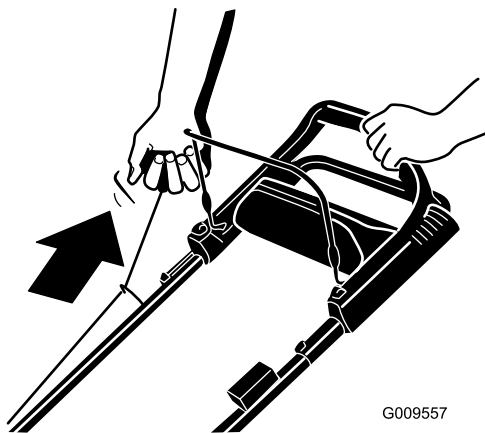

Рисунок 12
2. Без усилия потяните за рукоятку механического стартера, пока не почувствуете сопротивление, после чего резко дерните за нее (Рисунок 12). Дайте тросу медленно вернуться в ручку.